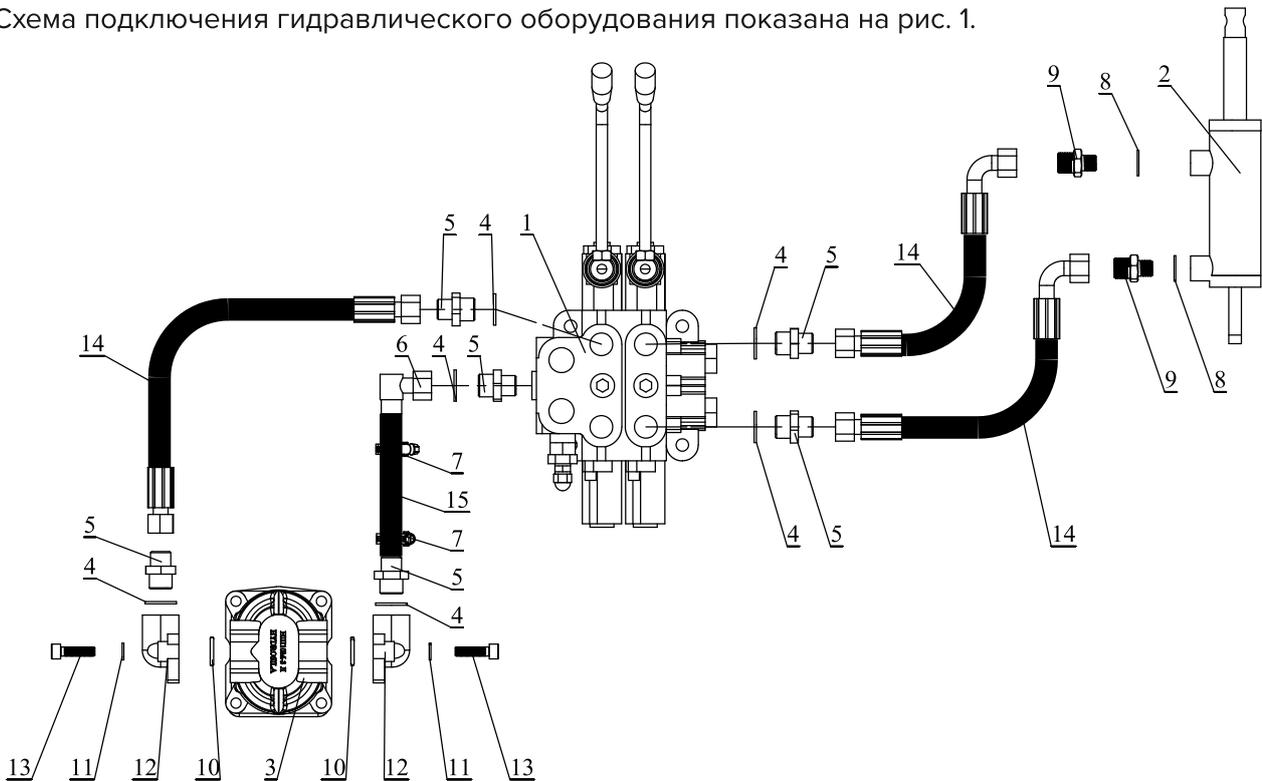

Рис. 1. Гидравлическая схема.
Схема подключения гидравлического оборудования показана на рис. 1.
- Установите гидроцилиндр на подъемный механизм. Шток цилиндра (2) должен крепиться к подвижной части подъемного механизма.
- Присоедините два гидравлических шланга (14) к одной из магистралей гидрораспределителя, согласно рис. 1.
- Убедитесь в наличии уплотнительных колец (4), (8).
- Согласно рис. 1, подключите гидравлический шланг высокого давления на входной канал ГМШ. На входной канал указывает стрелка на корпусе ГМШ. Неправильный монтаж приведет к выдавливанию сальника ГМШ (сальник имеется в комплекте ЗИП).
- На выходной канал, от которого указывает стрелка на корпусе ГМШ, подключите гидравлический шланг (15) (обратка).
При монтаже гидравлики используйте необходимые уплотнительные кольца согласно рис. 1.